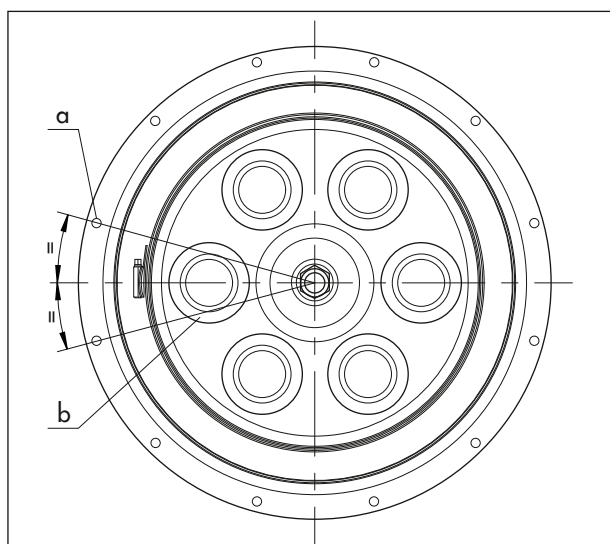

Fig. 24: Colocación de la membrana
5. Colocar una membrana (A4) nueva. Prestar atención a que la membrana quede bien colocada encima del plato de membrana. La línea recta entre dos centradores de resorte en el plato de membrana debe quedar centrada entre dos orificios de fijación de la membrana (ver Fig. 24).
350 y 700 cm²: girar el tornillo del cierre del fleje tensor, hasta que quede una pequeña rendija de pocos milímetros entre la membrana (A4) y el fleje tensor (A6). Colocar la pieza de presión (A19) debajo del cierre del fleje tensor y alinearla, (ver Fig. 24). Apretar el tornillo del cierre con una herramienta adecuada. Prestar atención a los pares de apriete.
6. Colocar una membrana (A4) nueva. Prestar atención a que la membrana quede bien colocada encima del plato de membrana. La línea recta entre dos centradores de resorte en el plato de membrana debe quedar centrada entre dos orificios de fijación de la membrana (ver Fig. 24).
350 y 700 cm²: girar el tornillo del cierre del fleje tensor, hasta que quede una pequeña rendija de pocos milímetros entre la membrana (A4) y el fleje tensor (A6). Colocar la pieza de presión (A19) debajo del cierre del fleje tensor y alinearlo, (ver Fig. 24). Apretar el tornillo del cierre con una herramienta adecuada. Prestar atención a los pares de apriete.